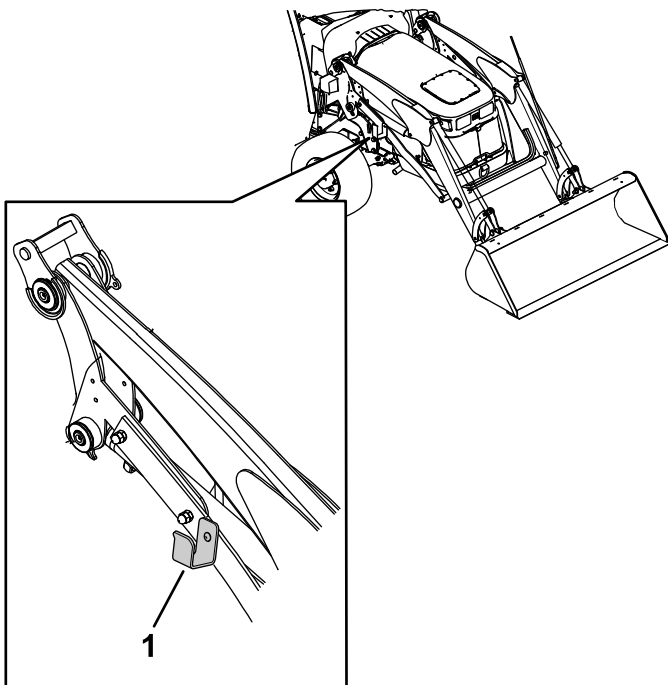

Figure 51
8. Placez le groupe de flexibles sur le support de rangement de flexibles (Figure 51).